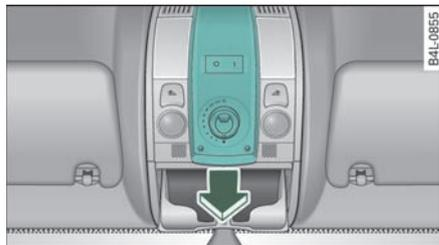

图 38 顶篷局部视图：
- 打开眼镜箱，将镀铬金属板条连同中间的盖板一起小心地朝下拉 => 图 38 (箭头所示)。